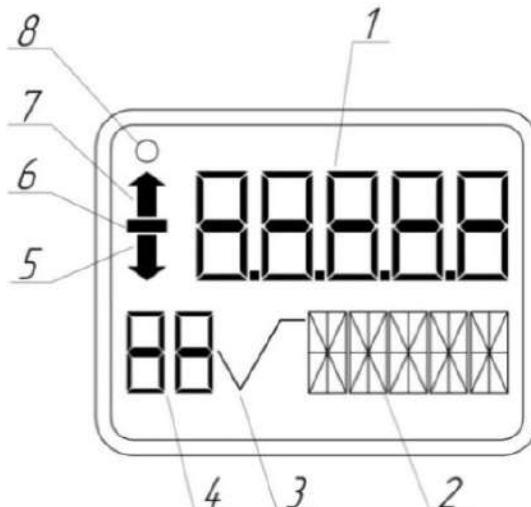

Рисунок 17 – Дисплей ЖК-индикатора
- 3.6.2 При наличии ЖК-индикатора (рисунок 17) на дисплее отображается: